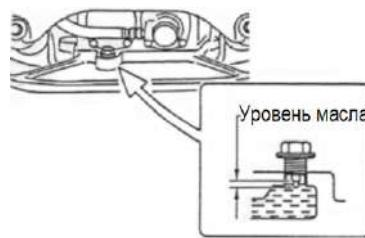

Рис. 6. Масляная пробка виброузла
- проверить уровень масла в виброузле (см. рис. 6). Во время проверки виброплиты должна быть расположена горизонтально. Отворачивайте масляную пробку виброузла в сборе. Уровень масла должен достигать отверстия масляной пробки.